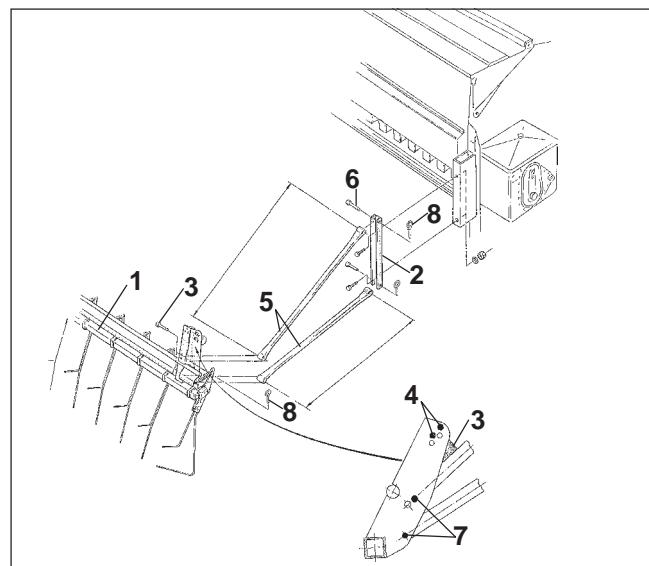

Рис. 11.1
После высева выравниватель типа "экзакт" (Рис. 11.1/1) равномерно закрывает семена землей.
- Резино-металлический буфер (Рис. 11.1/3) прикрутите в отверстии (Рис. 11.1/4).
- Крепежные трубы (Рис. 11.1/5) с болтами (Рис. 11.1/6)
- установить в отверстия (Рис. 11.1/7) креплений выравнивателя типа "экзакт" и
- закрепить откидными шплинтами (Рис. 11.1/8).